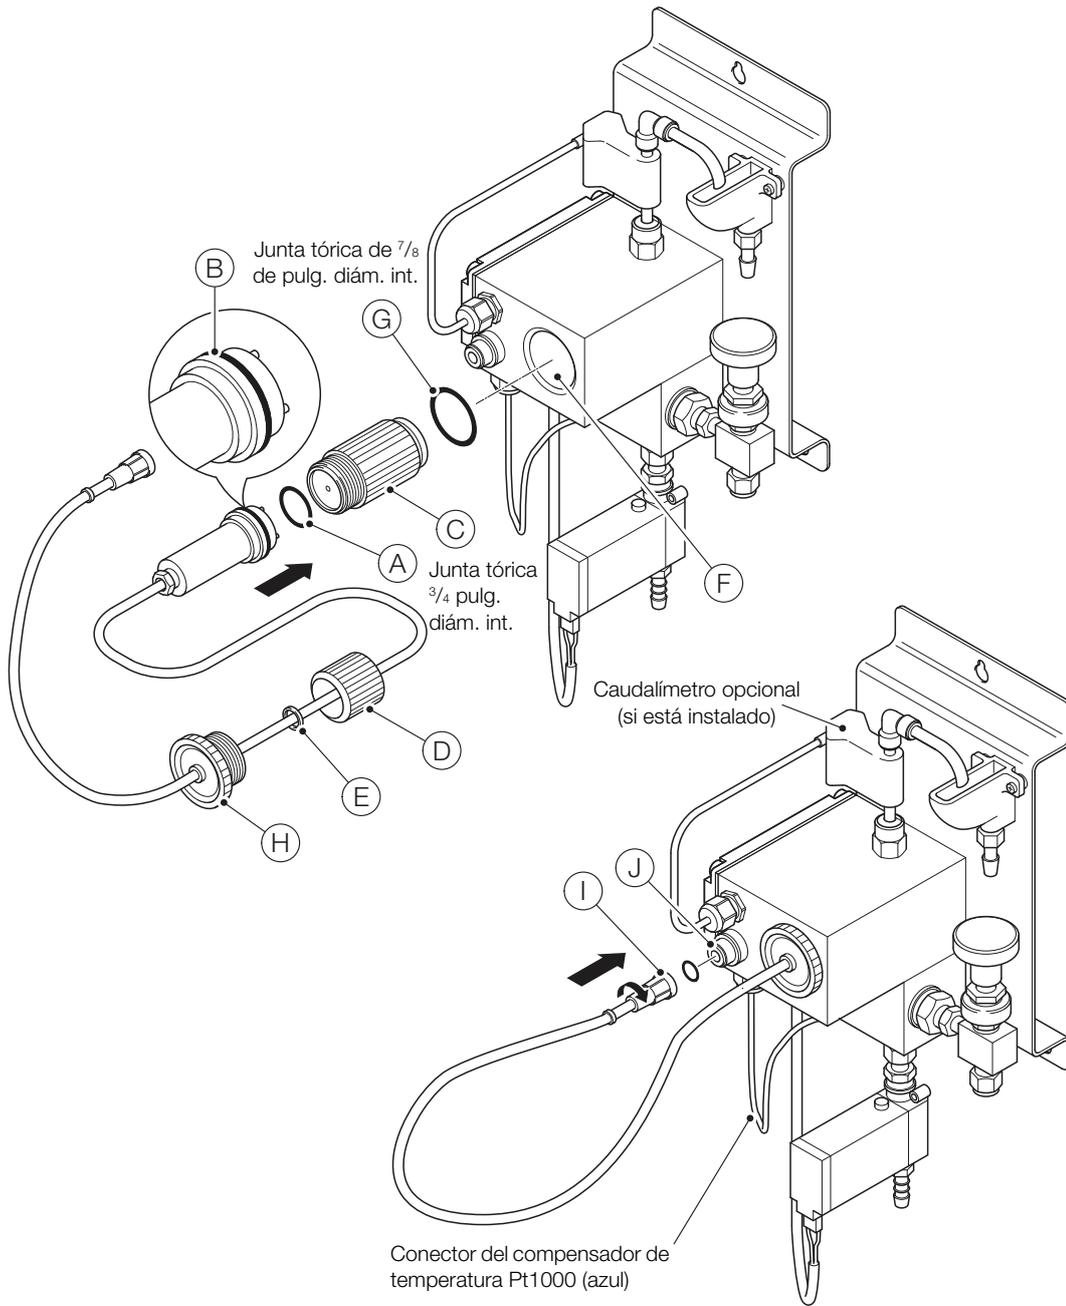

Fig. 4.2 Montaje y conexión del sensor de oxígeno disuelto: ADS551
- Fig. 4.2, página 23 para ADS551:
3. Coloque (o sustituya si instala un sensor de oxígeno disuelto nuevo) la menor de las dos juntas tóricas (A) ($\frac{3}{4}$ pulg. de diámetro interior) en el cuerpo del conector (B). Localice el sensor (C) en el cuerpo del conector (B) asegurándose de que las patillas y las hembrillas se conecten correctamente, y apriete la tuerca del conector (D) en el sensor (C).
4. Deslice la arandela de empuje (E) sobre el cuerpo del conector (B).
5. Inserte el conjunto completo en la celda de flujo (F) asegurándose de que se instale (o se sustituya, si se instala un sensor nuevo) la mayor de las 2 juntas tóricas (G) ($\frac{7}{8}$ pulg. de diámetro interior).
6. Utilice el tornillo de fijación (H) para asegurar el conjunto del sensor de oxígeno disuelto y atorníllelo firmemente utilizando únicamente la presión de los dedos.
7. Presione el conector del sensor (rojo) (I) dentro del bloque del conector del sensor (J) con firmeza y apriételo UNA VUELTA en el sentido horario.